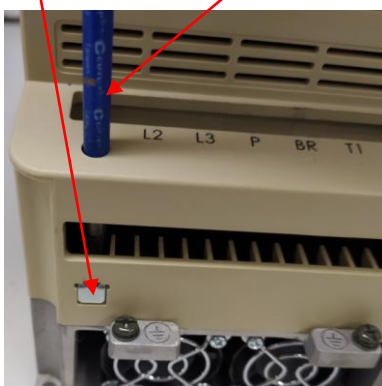

Рис. 6.2
6.1.2. Ослабить отверткой винт (рис.6.2), вынуть перемычку ЭМИ-фильтра и положить ее в тару.